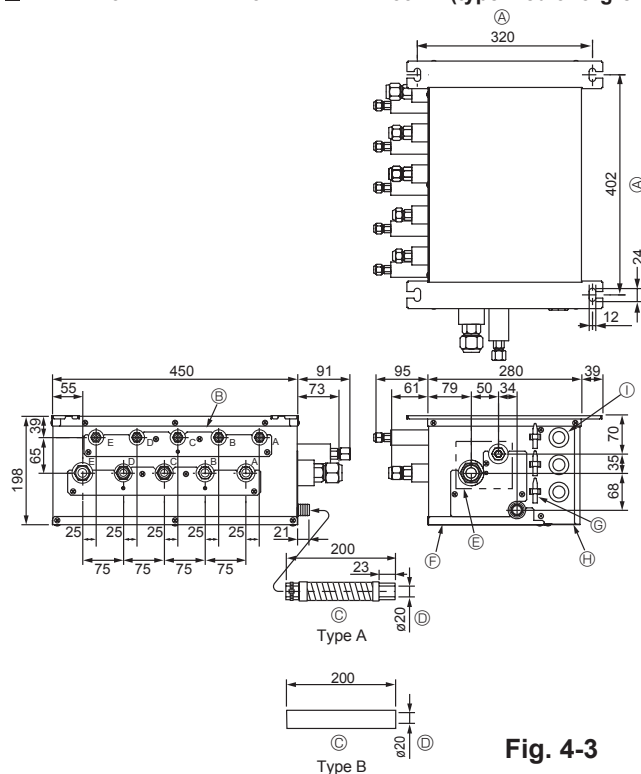

Fig. 4-3
■ PAC-AK51BC/PAC-AK52BC/PAC-AK53BC (Fig.4-3)
- (1) Monter ophængningsboltene (anskaffes lokalt) med den angivne afstand. (Fig. 4-3, 4-4)